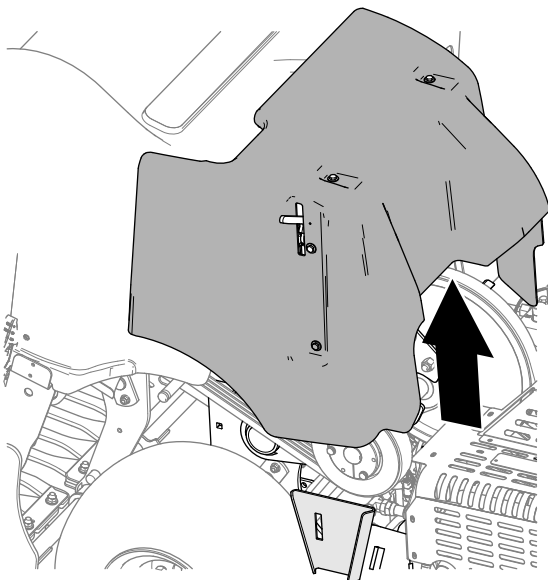

Figura 143
3. Levante la cubierta de la correa de la máquina (Figura 143).